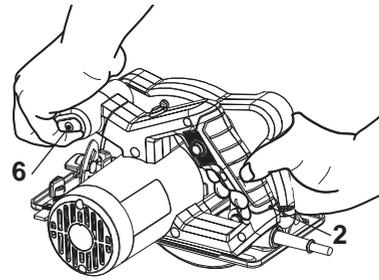

Fig. 10
6. Sujete el producto con una mano en el mango trasero (2) y con la otra en el mango delantero (6). No intente nunca manejar el producto con una sola mano. Mantenga las manos alejadas de debajo de la pieza de trabajo (Fig. 10).